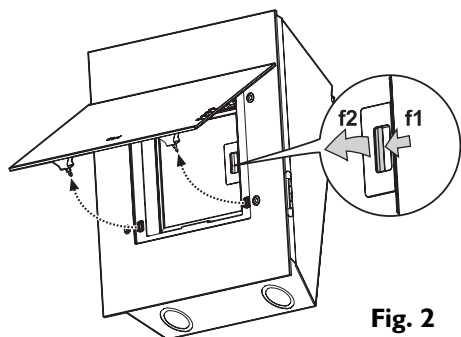

Fig. 2
3. Quite el/los filtro/s antigrasa (Fig. 2). Para quitarlo/s, tire la manilla de desenganche de resorte (f1) y extraiga el/los filtro/s (f2).
1. Abra el panel frontal y quite el filtro antigrasa (Fig. 2).